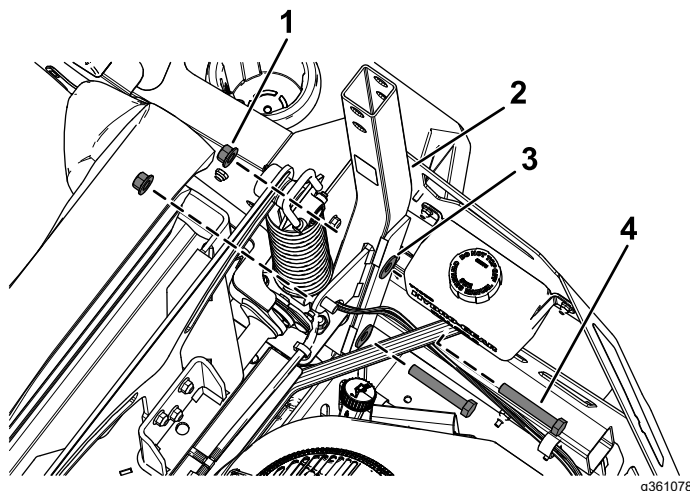

Figura 3
1. Instale sem apertar os conjuntos inferiores da barra de segurança no cortador utilizando dois parafusos de cabeça sextavada (½ x 3¼ pol.), duas arruelas de pressão e duas porcas de bloqueio (½ pol.) em cada lado (Figura 3).